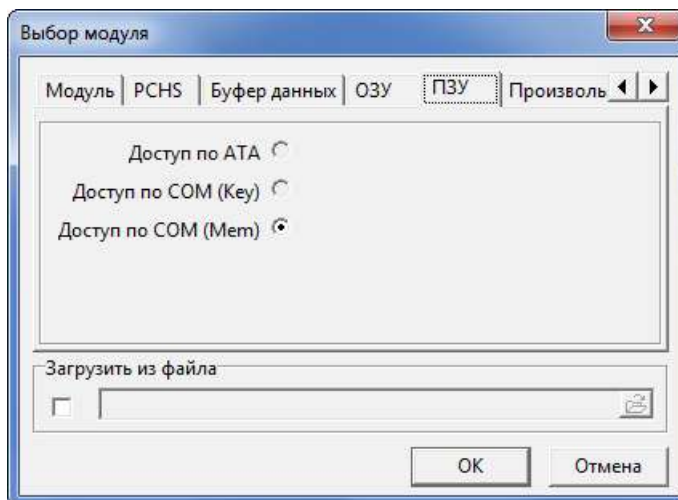

Рис. 6.18.
- ◆ ПЗУ, Рис. 6.18. Позволяет считать и модифицировать дампы ПЗУ накопителя. В данной версии доступ к ПЗУ возможен только по «COM (mem)». Доступ к ПЗУ по ATA и COM по ключу для U-образных накопителей в данной версии не реализованы, а для Barracuda-подобных накопителей - невозможен.